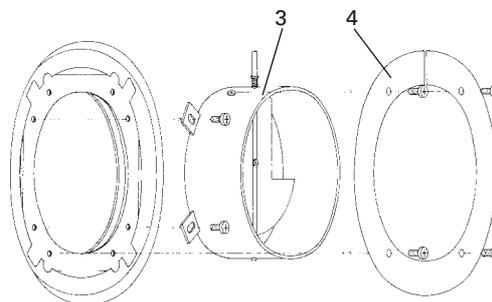

Fig. 12 Montare lateralmente il manicotto dello scarico fumi – VestoWIN Premium 200 / 202
3. Svitare dalla parete posteriore il manicotto per il tubo evacuazione fumi (4 viti) e montarlo lateralmente. Montare e fissare con viti anche l'anello di chiusura del manicotto (si trova nel cassetto del combustibile) – fig. 12.